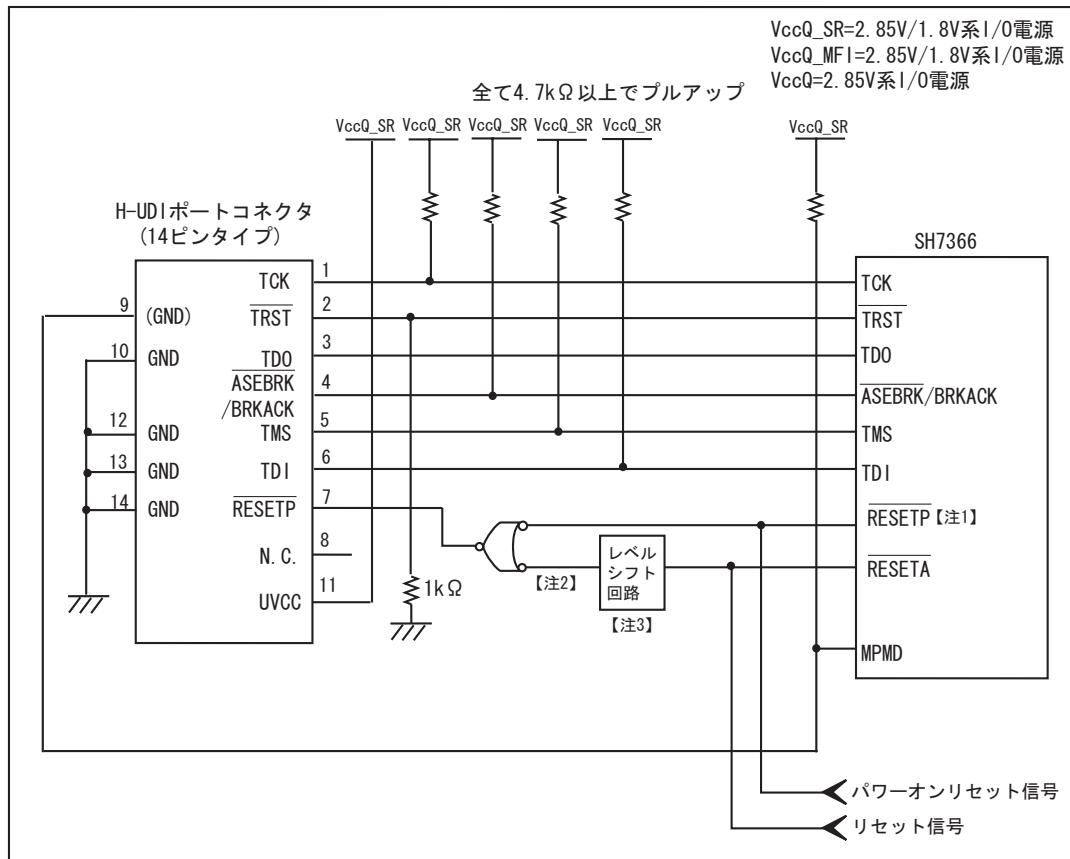

図 1.6 E10A-USB 使用時の H-UDI ポートコネクタ - チップ間の推奨接続例(14 ピンタイプ)
- 5 . /RESETP および/RESETA は図 1.6 を参照し、必要に応じて接続してください。
(3) 38ピンタイプのピン配置
E10A-USB エミュレータ使用時の H-UDI ポートコネクタ(14 ピンタイプ)とチップ間の推奨接続例を図 1.6 に示します。
- 図 1.6 は、E10A-USB 接続時 "0"(GND 接続)になるように、E10A-USB のユーザインターフェースケーブルを接続した時、GND となる回路例です。
7. 図 1.6 に記載されている抵抗値は、参考値です。
- 図1.6の回路を組んだ場合のE10A-USBエミュレータのスイッチ設定：SW2=1, SW3=1